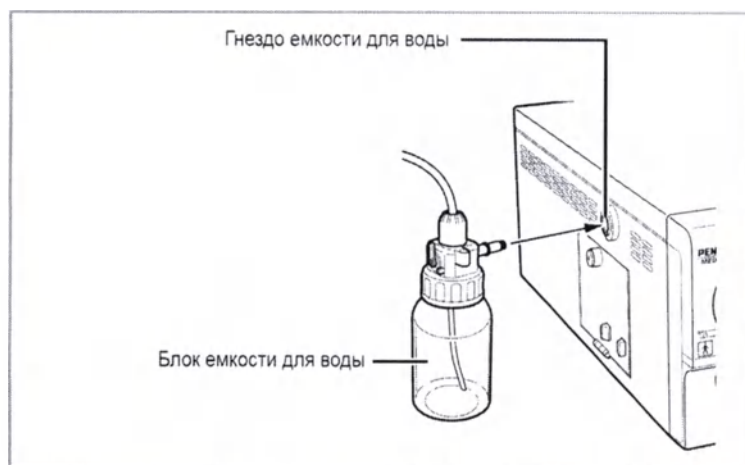

Рисунок 3.9
3. Убедитесь в том, что О-кольцо закреплено на конце воздушной трубки блока емкости для воды, а затем до щелчка вставьте воздушную трубку в гнездо емкости для воды видеопроцессора (см. рисунок 3.9).